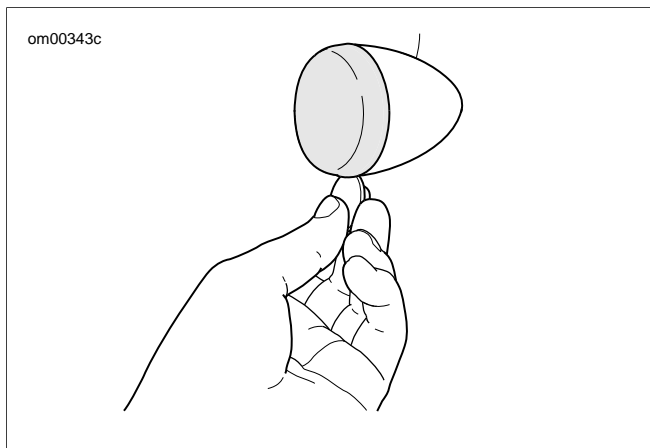

Abbildung 54. Streuscheibe entfernen
1. Siehe Abbildung 54. Eine Münze oder die Klinge eines kleinen Schraubendrehers in die Kerbe an der Unterseite der Streuscheibe einsetzen. Die Münze vorsichtig drehen, bis der Streuscheibendeckel aus dem Blinkergehäuse herauspringt.